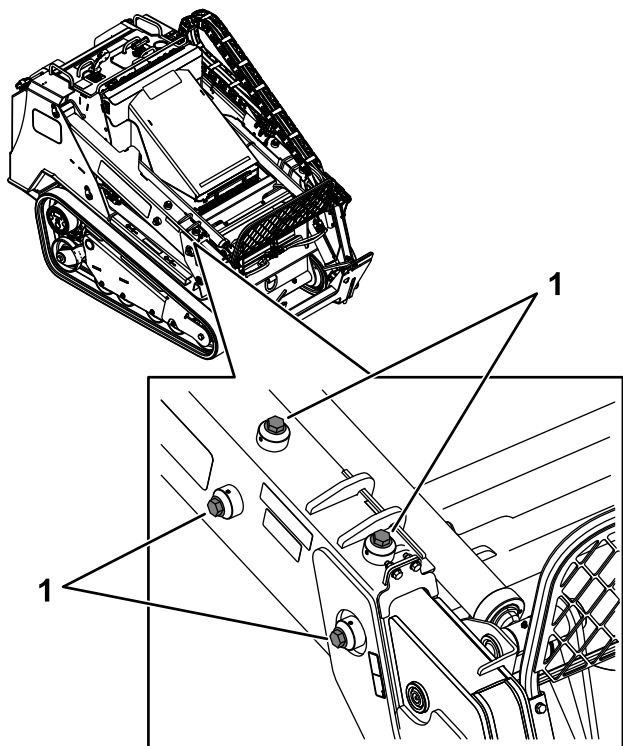

Figure 83
3. Sur chaque bras de la chargeuse, desserrez la vis de maintien sur les 4 vis de réglage (Figure 83).